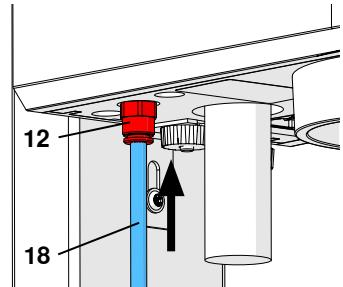

图 5-a
**!** 在以前的机器里，输入滤清器 (13) 是设置在机器外面的 (图5-b)。在这些情况下，将压缩空气软管 (18) 推到输入滤清器 (13) 上。插到尽头时会有轻微的阻力。“切勿在没有输入滤清器的情况下操作机器！”